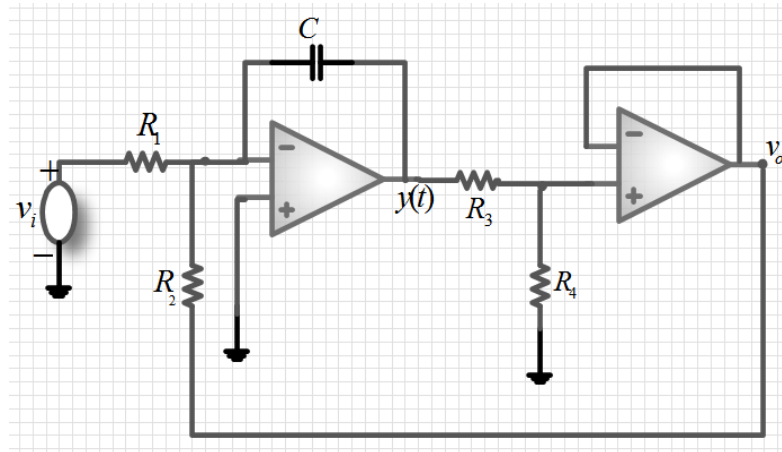

FIG. 15 –
On considère le circuit de la figure 15
1. Réaliser le montage de la figure 15, avec $R_1 = 1k\Omega$, $R_2 = 330\Omega$, $C = 1\mu F$, $R_3 = 1k\Omega$, $R_4 = 2,2k\Omega$. La tension v_i est sinusoïdale d'amplitude $1V$ et de fréquence $1kHz$. Relever sur CH1 la tension v_i et sur CH2 la solution $y(t)$ de l'équation différentielle ci-dessus.